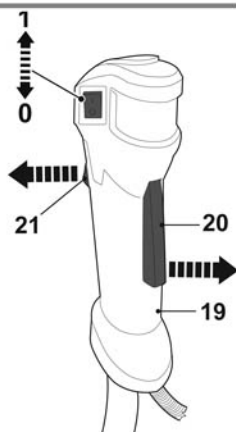

Fig. 30
- > Eliberați dispozitivul de blocare al declanșatorului [20] și clapeta de accelerație [21] și lăsați mașina să meargă la ralanti 10-15 secunde (Fig. 30).